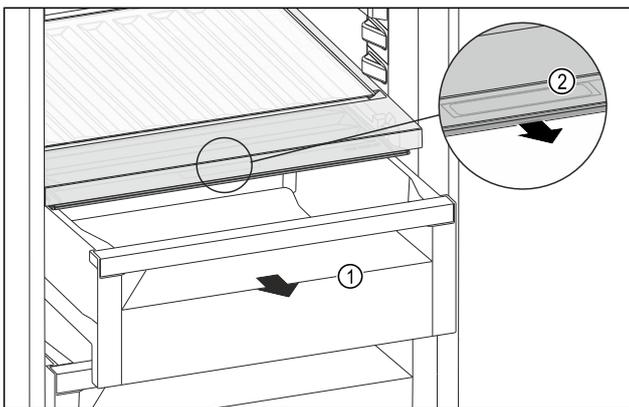

Fig. 86
- ▶ Schubfach Fig. 86 (1) herausziehen.
- ▶ Griffmulde Fig. 86 (2) am Fachdeckel anfassen und Fachdeckel gleichzeitig nach vorne ziehen.